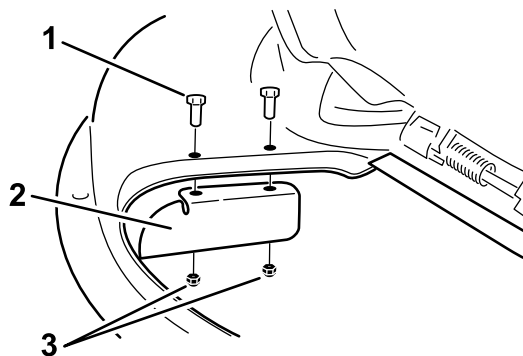

Bild 20
Hinweis: An bestimmten Modellen ist das Versatzablenkblech montiert (Bild 20). Gehen Sie auf den nächsten Schritt weiter, wenn das Versatzablenkblech montiert ist.
1. Befestigen Sie das Versatzablenkblech mit zwei Schrauben (5/16" x 3/4") und zwei Bundmuttern (5/16") am Mähwerk (Bild 20).